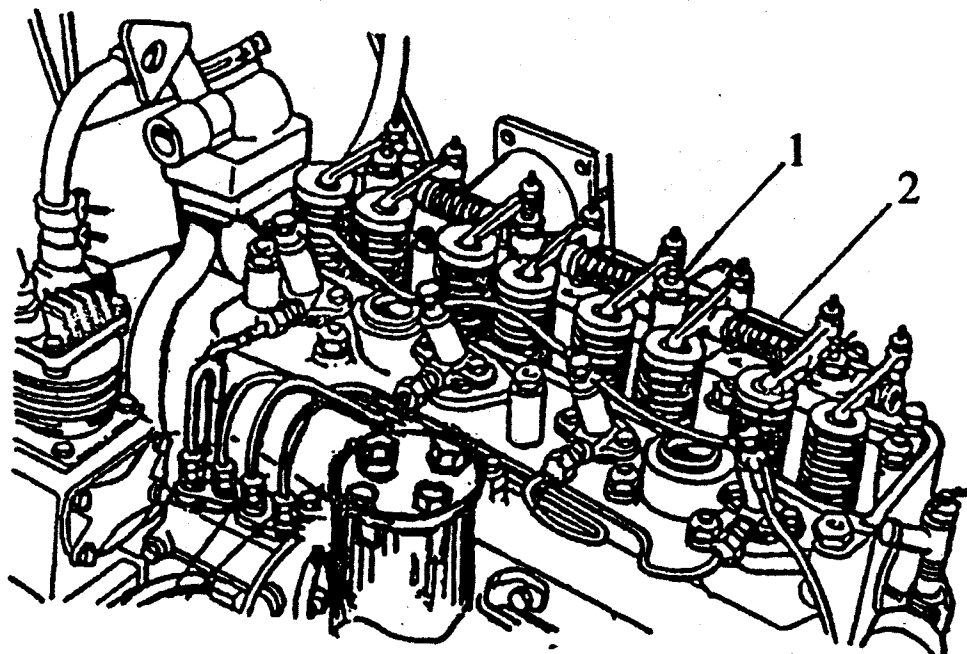

Рис. 4. Снятие механизма коромысел
12. Отвернуть гайки 1 и снять механизм коромысел в сборе 2 (рис. 4). Вынуть штанги толкателей.